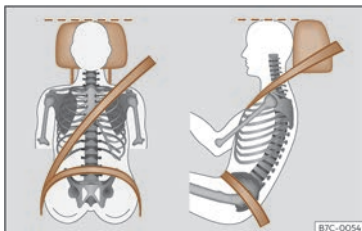

Fig. 17 Sangle bien ajustée et appuie-tête correctement réglé.
- Réglez l'appuie-tête de manière à ce que son bord supérieur soit, dans la mesure du possible, à la même hauteur que la partie supérieure de votre tête, le plus proche possible à la hauteur de vos yeux¹⁾ >>> page 137. Gardez la nuque le plus près possible de l'appuie-tête >>> fig. 17.
- Réglez le siège dans la longueur de manière à pouvoir actionner à fond les pédales avec les genoux légèrement fléchis et de manière à laisser une distance d'au moins 10 cm (4 pouces) entre les genoux et le combiné d'instruments >>> fig. 17.